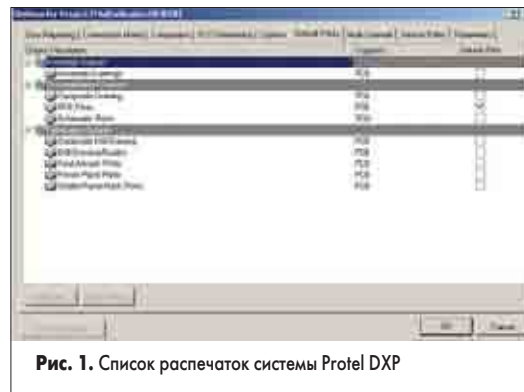

Рис. 1. Список распечаток системы Protel DXP
1. Выполним команду меню File | Default Prints. На экране появится окно, показанное на рис. 1.
- Нажатием кнопки Close закроем окно предварительного просмотра распечатки и вернемся в окно, показанное на рис. 1. Рассмотрим пример многолистовой распечатки, например, Final Artwork Print.
Все настройки печати сохраняются внутри проекта платы. Единоразово настроенные распечатки могут быть выведены на принтер в любой момент работы над проектом. Для упрощения получения распечаток в процессе работы над платой в систему введено понятие «распечатка по умолчанию», которая запускается командой меню File | Print. Активация такой распечатки выполняется включением «галочки» в столбце Default Print на вкладке Default Prints диалогового окна Options for Project (рис. 1).